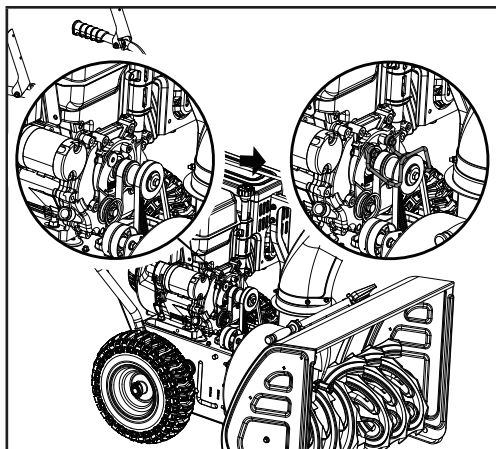

Figure 43
9. Remplacez le protège-courroie et installez les boulons (20 mm / 30 mm) qui avaient été enlevés précédemment. Une fois le protège-courroie réinstallé, assurez-vous que la distance est la même des deux côtés entre la poulie et le protège-courroie (figure 43).